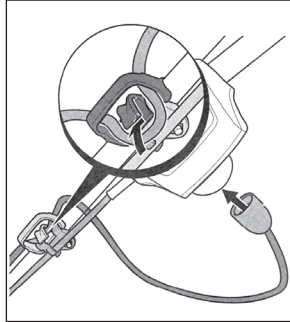

Рис. 1
1. Приєднайте газонокосарку до мережі 220 В, закріпивши мережний провід на спеціальному фіксаторі (Рис. 1).